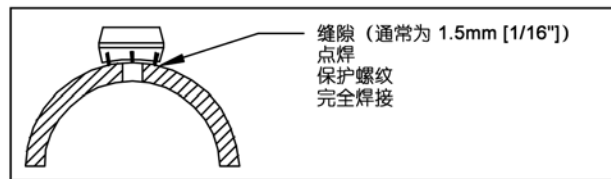

图 3: 焊接缝隙
- 确保正确的焊接缝隙（通常为 1.5mm [1/16"]），通过点焊将螺纹连接焊接座固定到位（如图 3 所示）。将支撑塞安装到对面端的螺纹连接焊接座中（用手拧紧），通过点焊将螺纹焊接座固定到位，可使用探头尖部进行对齐。